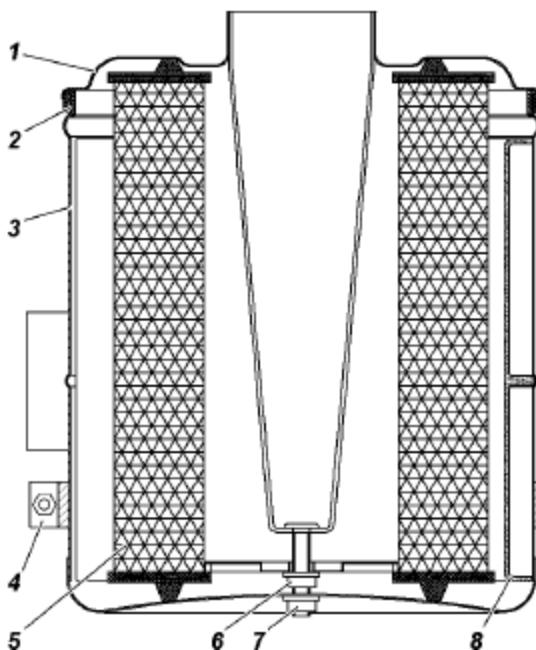

Fig. 9.9. Filtro de aire:
- desenrosque la tuerca del collarín 4 (fig. 9.9), retire el collarín y el filtro de aire;